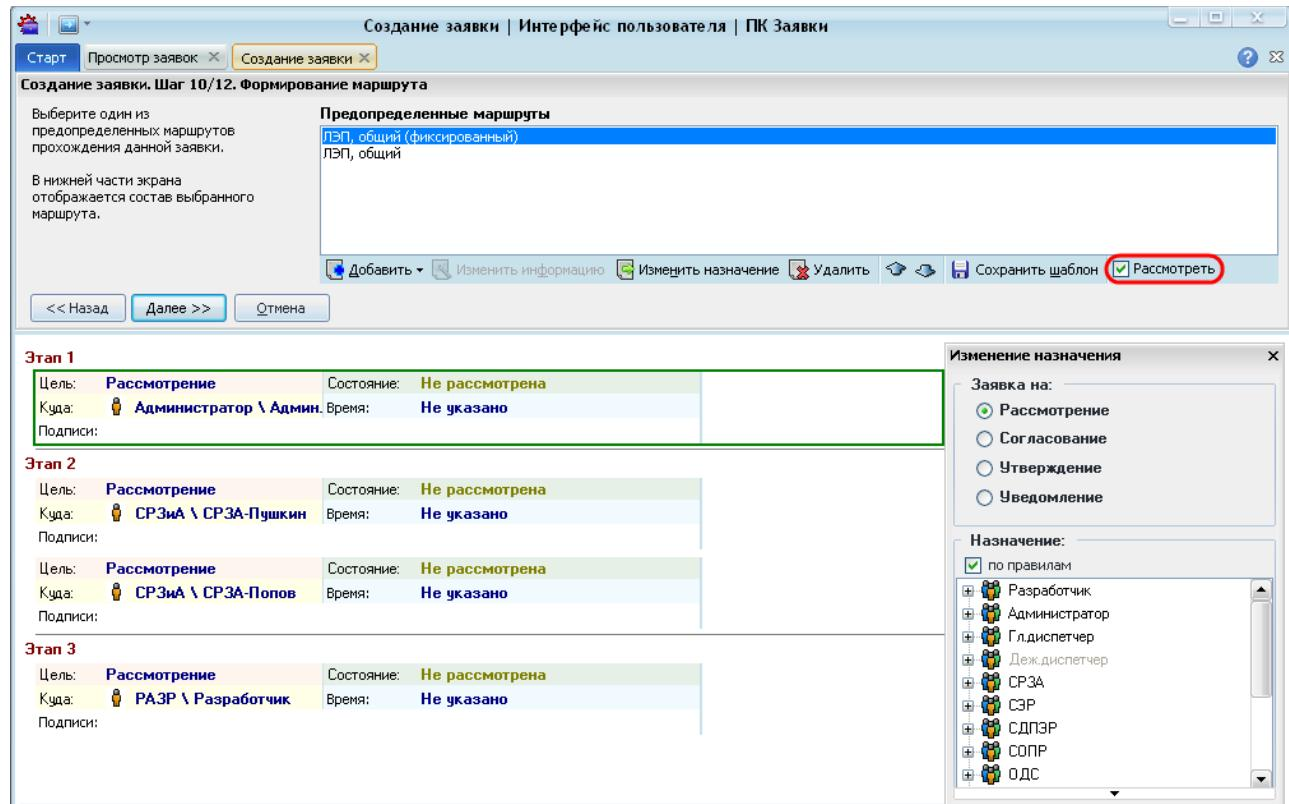

Рисунок 10.33 – Автоматическое проставление подписей
- флаг «Рассмотреть» для автоматического проставления подписи за все службы в заявке пользователем, обладающим правом «Создание рассмотренной заявки» (Рисунок 10.33).